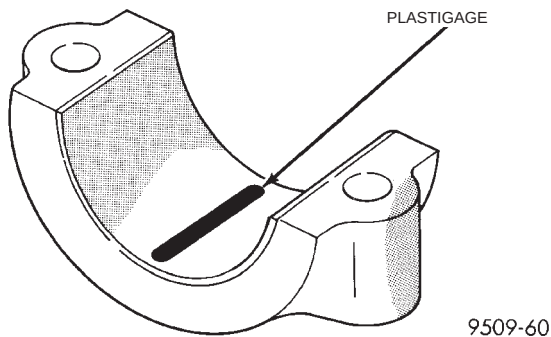
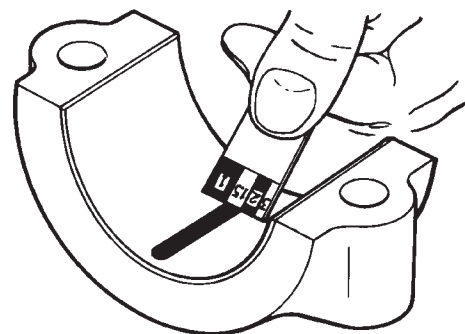

Abb. 3 Plastigage in der unteren Lagerschale
Abb. 4 Messen des Lagerspiels
(1) Ölfilm von der zu prüfenden Oberfläche entfernen. Das Plastigage ist in Öl löslich.
(2) Plastigage entlang der gesamten Breite der Lagerschale auflegen. Plastigage ca. 6,35 mm (1/4 Zoll) zur Mitte versetzt auflegen; die Ölbohrungen müssen frei bleiben (Abb. 3). (ggf. können auch
(3) Lagerdeckel abbauen und Breite des gequetschten Plastigage (Abb. 4) mit der metrischen Skala auf der Verpackung vergleichen. Den Streifen suchen, dessen Breite am ehesten mit der des gequetschten Plastigage übereinstimmt. Dieser Streifen gibt das Lagerspiel in tausendstel Millimeter an. Maßabweichungen zwischen den Enden zeigen den Grad der Kegeligkeit an. Alle Lagerspielwerte notieren. Siehe Technische Daten. **Die Verpackung des Plastigage enthält gewöhnlich 2 Skalen: eine mit Zoll- und eine mit metrischer Skalenteilung.**
(1) Kurbelwelle drehen, bis die betreffende Pleuelstange ihre unterste Stellung erreicht hat.
(2) Ölfilm von der zu prüfenden Oberfläche entfernen. Das Plastigage ist in Öl löslich.
(3) Plastigage über die gesamte Breite der Lagerschale auflegen. Plastigage ca. 6,35 mm (1/4 Zoll) zur Mitte versetzt auflegen; die Ölbohrungen müssen freibleiben (Abb. 3). Ggf. können auch andere evtl. schadhafte Stellen der Lagerflächen mittels Plastigage geprüft werden.
(4) Pleuellagerdeckel mit aufgelegtem Plastigage montieren und mit dem vorgeschriebenen Anzugsmoment festziehen. **Kurbelwelle bei der Montage des Lagerdeckels nicht mehr drehen, da sonst das Plastigage verschmiert und das Meßergebnis verfälscht werden kann.**
(5) Lagerdeckel abbauen und Breite des gequetschten Plastigage (Abb. 4) mit der metrischen Skala auf der Verpackung vergleichen. Den Streifen suchen, dessen Breite am ehesten mit der des gequetschten Plastigage übereinstimmt. Dieser Streifen kennzeichnet den Ölpalt. Maßabweichungen zwischen den Enden zeigen den Grad der Kegeligkeit an. Alle Lagerspielwerte notieren. Siehe Technische Daten. **Plastigage enthält gewöhnlich 2 Skalen: eine mit Zoll- und eine mit metrischer Skalenteilung. Liegt das Lagerspiel über 0,076 mm (0.003 Zoll), Lager austauschen.**